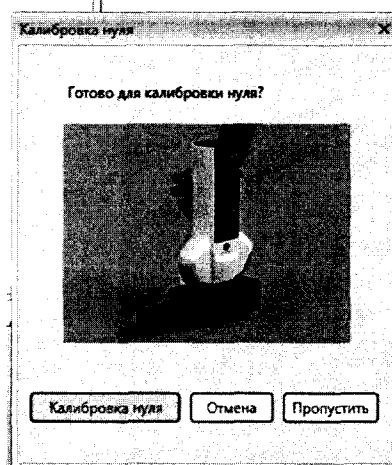

Рисунок 29
8.2.5.3 После установления связи со спектрофотометром необходимо провести калибровку. На панели инструментов меню панели данных нажмите кнопку «Калибровка» или выберите в появившемся меню «Прибор» пункт «Калибровка». Появится диалоговое окно «Калибровка нуля». После этого на экране появится сообщение с просьбой установить устройство для калибровки нуля (черный калибровочный стандарт в виде цилиндра или коробки, входящий в комплект спектрофотометров) (рисунок 29).